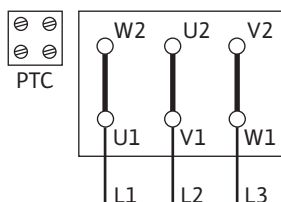

Fig. 10: Y-Δ pokretanje
- Mrežni priključak ovisi o snazi motora P2, mrežnom naponu i vrsti uključenja. Potrebno uključenje spojnih mostova u priključnoj kutiji navedeno je u sljedećoj tablici te na Fig. 10, 11 i 12.